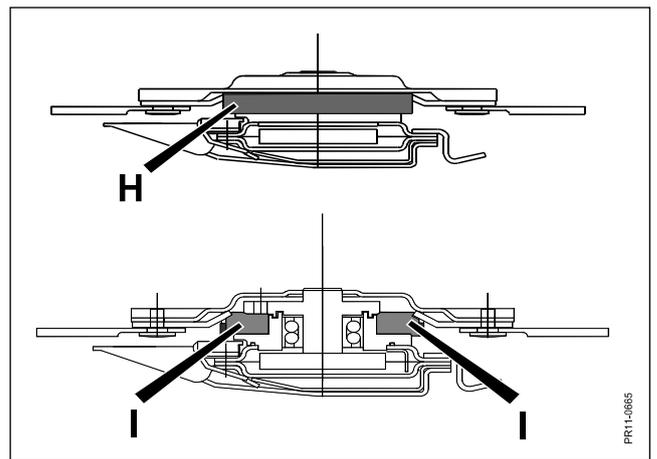

Fig. 3-7
**Fig. 3-7** Unter den Scheiben sind Antiwicklungsringe **H** montiert, die sichern sollen, daß z.B. Drahtseil und Schnur nicht um die Scheiben und ihre Naben gewickelt werden und dabei die rotierende Bewegung blockieren.